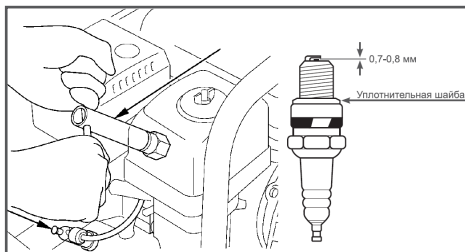

Рис. 25 Обслуживание свечи зажигания
1. Отсоедините колпак свечи зажигания и удалите грязь вокруг свечи зажигания (Рис. 25).
4. Измерьте зазор между электродами свечи зажигания специальным щупом. Зазор должен быть 0,7-0,8 мм (Рис.25).